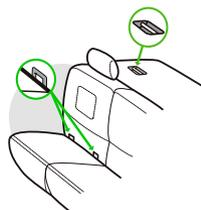

Figure 4
- DUA signifie dispositif universel d'ancrage. Ce terme fait référence aux ancrages intégrés dans un véhicule pour fixer l'ensemble de retenue pour enfant qui consiste de deux ancrages inférieurs situés au pli entre le dossier et le coussin de siège du véhicule et d'un ancrage pour la courroie d'ancrage supérieure derrière le siège du véhicule tel qu'illustré dans la **Figure 4**.